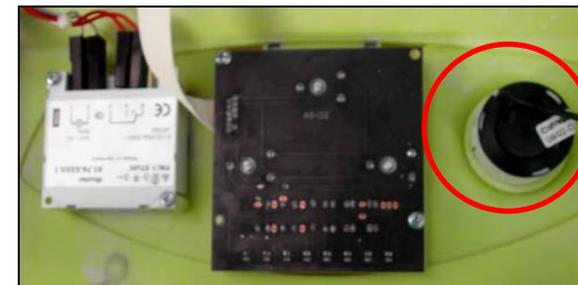

Рисунок 58
- ❑ Снимите блок датчика давления с крышки панели управления. (Рисунок 58).